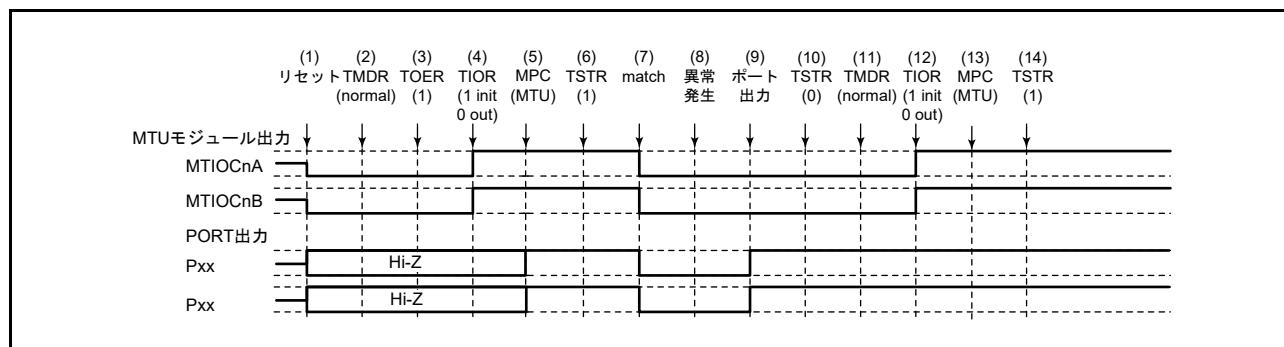

図 22.127 ノーマルモードで異常が発生し、ノーマルモードで復帰する場合
ノーマルモードで異常が発生し、再設定後ノーマルモードで再スタートする場合の説明図を図 22.127 に示します。
(1) ~ (10) は図 22.127 と共通です。
(11) PWM モード 1 を設定します。
(12) TIOR レジスタで端子を初期化してください。なお、PWM モード 1 では MTIOCnB (MTIOCnD) 端子に波形が出力されません。出力すべきレベルがある場合は、I/O ポートのポート方向レジスタ (PDR)、ポート出力データレジスタ (PODR) で汎用出力ポートの設定をしてください。
(13) MPC と I/O ポートのポートモードレジスタ (PMR) で MTU 出力としてください。
(14) TSTR レジスタで再スタートします。
(1) ～ (10) は図 22.127 と共通です。
(11) PWM モード2 を設定します。
(12) TIOR レジスタで端子を初期化してください。なお、PWM モード2 では周期レジスタの端子は初期化されません。初期化したい場合にはノーマルモードで初期化した後 PWM モード2 に移行してください。
(11) 位相計数モードを設定します。
(12) TIOR レジスタで端子を初期化してください。
(11) TMR レジスタでノーマルモードの波形生成部を初期化してください。
(12) TMR レジスタでノーマルモードの波形生成部の動作を禁止してください。
(13) TOER レジスタで MTU3、MTU4 の出力を禁止してください。
(14) TOCR レジスタで相補 PWM モードの出力レベルと周期出力の許可 / 禁止を選択してください。
(15) 相補 PWM モードを設定します。
(16) TOER レジスタで MTU3、MTU4 の出力を許可してください。
(17) MPC と I/O ポートのポートモードレジスタ (PMR) で MTU 出力としてください。
(18) TSTR レジスタで再スタートします。